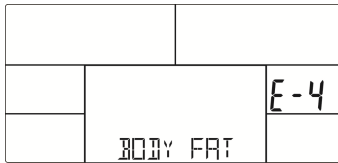

FIG 27
- * E-4 -- Pourcentage de graisse corporelle et indice de masse corporelle inférieur à 5 ou supérieur à 50 (Figure 27).